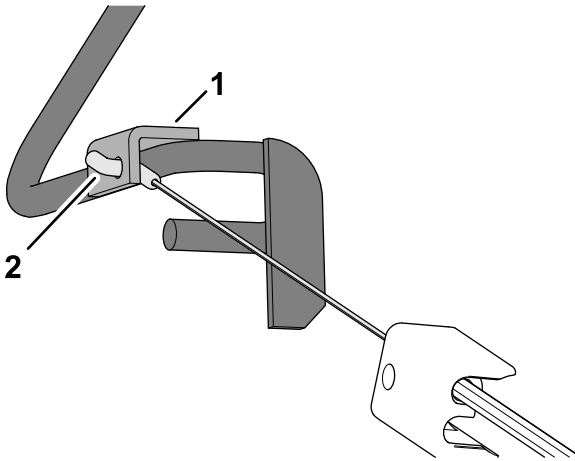

Рисунок 11
- Вставьте фитинг тросика в отверстие кронштейна штанги контроля присутствия оператора, как показано на Рисунок 11.